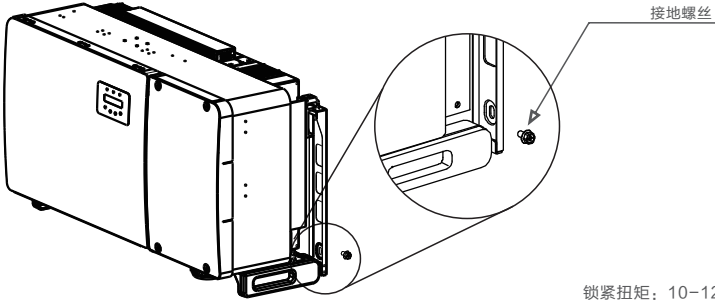

图3.18 固定线缆
- 6. 将接地线连接到散热器上的接地点，并拧紧接地螺栓，扭矩为10~12Nm（见图3.18）。